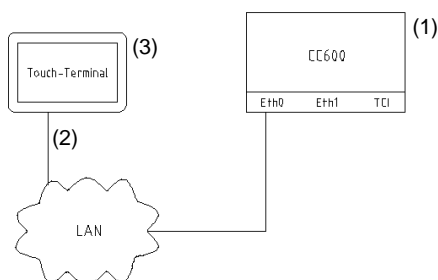
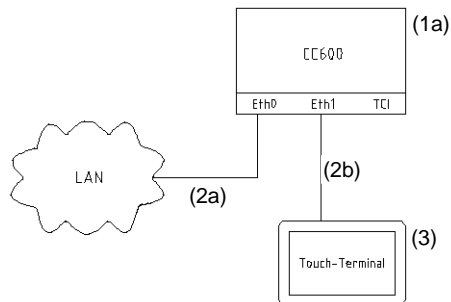

Abb. 1.1) Anschluss über Netzwerk mittels Kabel
Abb. 2.1) Anschluss direkt am Klimacomputer (mit Netzwerk)
### Touch-Einbauterminale angeschlossen über Netzwerk / LAN (Abb. 1.1 und 1.2)
## Touch-Einbauterminal mit Direktverbindung zum Klimacomputer (Abb. 2.1 und 2.2)
- Die Anschlussvariante aus Abb. 2.1 ist mit den Varianten aus Abb. 1.1 und 1.2 vergleichbar, da bei allen drei Varianten beide Komponenten (d.h. Klimacomputer und Touch-Terminal) über das Netzwerk miteinander verbunden sind. Die beiden Schnittstellen Eth0 und Eth1 des CC600 Baureihe 662 sind gleichwertig und technisch über einen internen Switch realisiert.